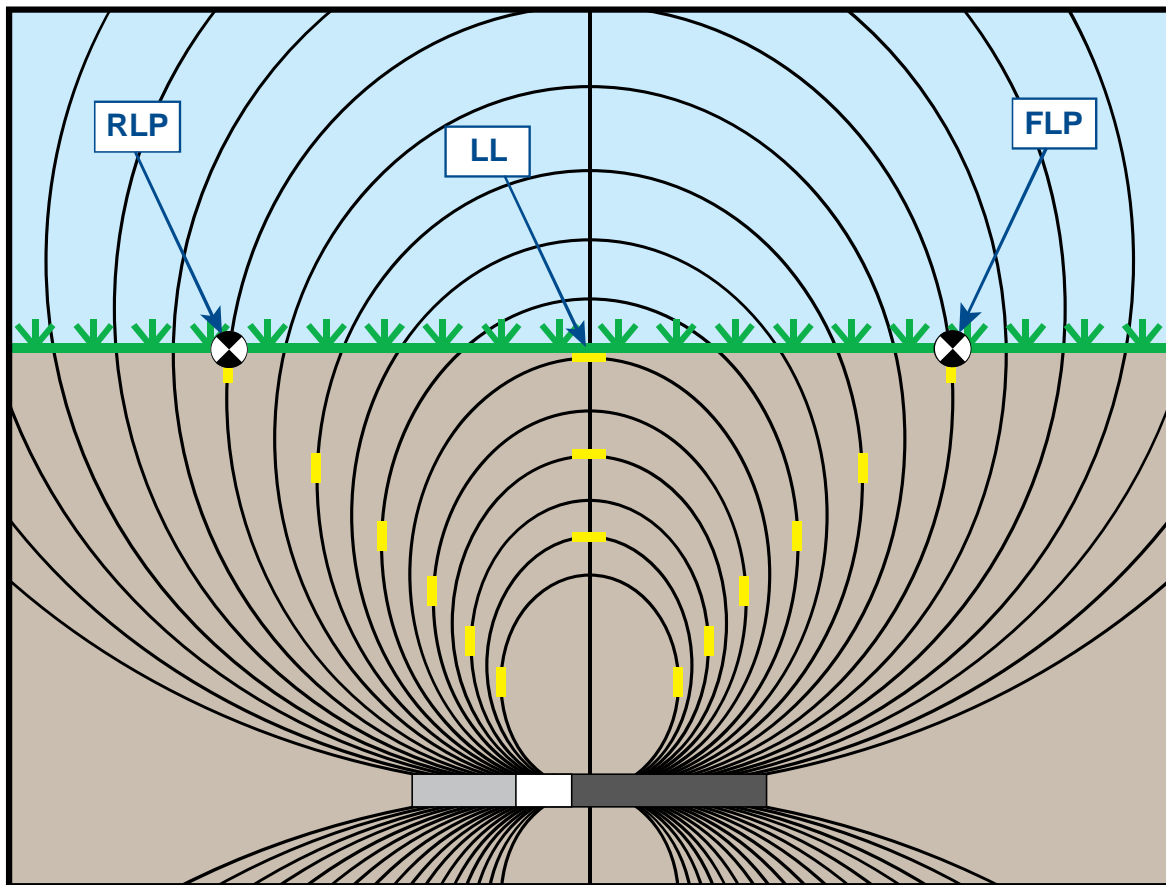

Abbildung B1. Flussfeld und Geometrie von FLP, RLP und LL (Seitenansicht)
Das vom Sender ausgestrahlte Signalfeld besteht aus einer Menge elliptischer Signale oder Flusslinien (siehe Abbildung B1). Die Flusslinien geben die Lage des Senders an. Wenn der Sender gegenüber der Geländeoberfläche eben ist, liegt die Ortungslinie (LL) direkt über dem Sender und die am Empfänger angezeigte Tiefe ist die tatsächliche Tiefe. Außerdem haben die Ortungspunkte (FLP und RLP) den gleichen Abstand vom Sender. Die LL befindet sich dort, wo die horizontalen Komponente des Flussfelds mit der Geländeoberfläche zusammenfällt und FLP und RLP liegen in den Schnittpunkten der vertikalen Komponenten des Flussfelds mit der Geländeoberfläche. Einige der horizontalen und vertikalen Komponenten sind in Abbildung B1 durch kurze gelbe Linien gekennzeichnet.